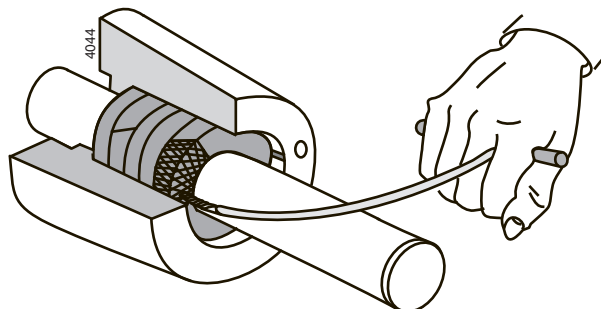

Bild 6: Borttagning av packboxtätningssringar.
- 2 Ta bort packningsflätan ur packningsrummet. Använd till detta ett speciellt packningsverktyg, se bild 6.